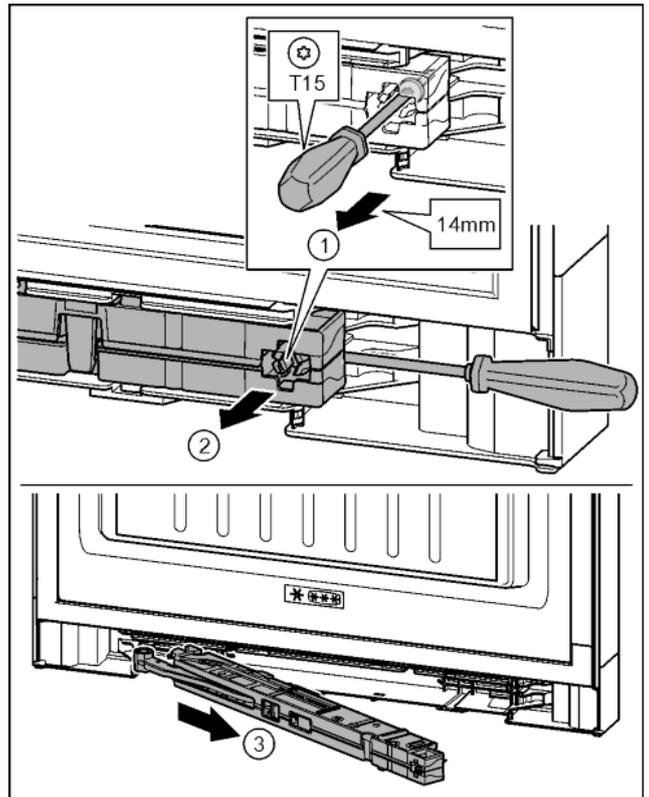

Fig. 17
► За допомогою викрутки T15 ослабте гвинт на демпферному вузлі приблизно на 14 мм. Fig. 17 (1)
► Перемістіть викрутку з боку ручки за демпферний вузол. Поверніть вузол уперед. Fig. 17 (2)
► Витягніть вузол. Fig. 17 (3)